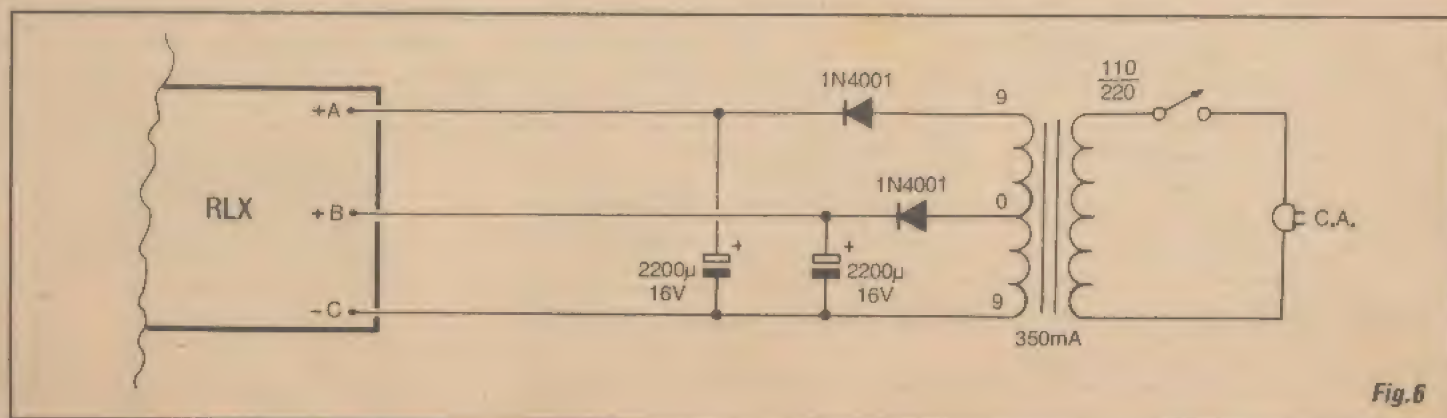

Fig. 6
- **FIG. 6 - DIAGRAMA DA FONTE OPCIONAL, PARA LIGAÇÃO À C.A.**